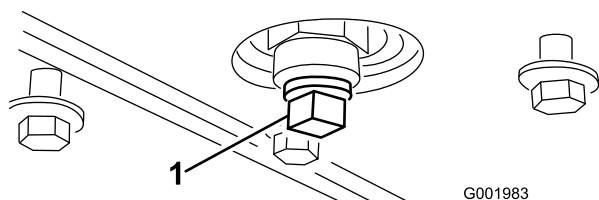

Figura 47
5. Togliete il tappo di spurgo. (Figura 47).